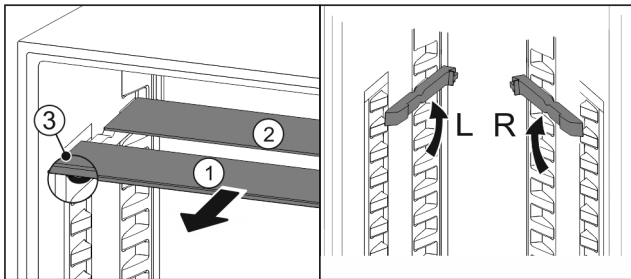

Fig. 117
- ▶ Glasplatten einzeln nach vorne herausziehen Fig. 117 (1).
- ▷ Glasplatte Fig. 117 (1) mit Zierleiste liegt vorne.
- ▷ Stopps Fig. 117 (3) zeigen nach unten.